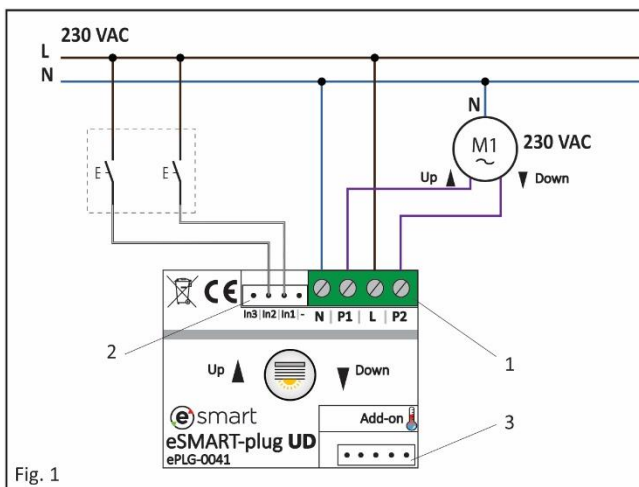

Fig. 1
L'eSMART-plug est composé de 4 bornes à visser (1, Fig.1), 1 connecteur d'entrée (2, Fig.1) et 1 connecteur d'extension (3, Fig.1). L'eSMART-plug se raccorde sur le réseau électrique 230 V AC/50 Hz.
- Raccordez l'alimentation 230 V AC (1, Fig.1) sur les bornes L et N. Respectivement, la Phase sur la borne L et le Neutre sur la borne N, comme indiqué sur le schéma.
- Raccordez le moteur du store (1, Fig.1) sur les bornes P1 et P2. Respectivement, la montée sur la borne P1 et la descente sur la borne P2, comme indiqué sur le schéma.
- Raccordez chaque entrée du eSMART-plug avec le connecteur à deux fils (2, Fig.1) sur un interrupteur store [voir "Données Techniques"]. Respectivement, le fil in1 active le canal 1 et le fil in2 active le canal 2 de l'eSMART-plug.
- Le cas échéant, connecter la sonde de température (3, Fig.1) sur le connecteur prévu à cet effet.
Das eSMART-plug hat 4 Schraubklemmen (1, Abb. 1), 1 Eingangsanschluss (2, Abb. 1) und 1 Erweiterungsanschluss (3, Abb. 1). Das eSMART-plug wird an das Stromnetz 230 V AC/50 Hz angeschlossen.
- Schließen Sie die Stromversorgung 230 V AC (1, Abb. 1) an die P- und N-Klemmen an, nämlich Phase an Klemme P und Neutral an Klemme N, wie in der Abbildung dargestellt.
- Schließen Sie den Storemotor (1, Abb. 1) an die Klemmen P1 und P2 an. D.h., Funktion Heben an Klemme P1 und Funktion Senken an Klemme P2, wie in der Abbildung dargestellt.
- Schließen Sie jeden Eingang des eSMART-plug über einen Storenschalter an den zweipoligen Anschluss an (2, Abb. 1) [siehe "Technische Daten"]. D.h., die Litze in in1 aktiviert Kanal 1 und die in in2 Kanal 2 des eSMART-plug.
- Schließen Sie gegebenenfalls den Temperatursensor (3, Abb. 1) an den hierfür vorgesehenen Anschluss an.
The eSMART-plug has 4 screw terminals (1, Fig. 1), 1 input connector (2, Fig. 1), and 1 expansion connector (3, Fig. 1). The eSMART-plug is to be connected to the 230 V AC/50 Hz mains.
- Connect the power supply 230 V AC (1, Fig. 1) to the P and N terminals, namely Phase to terminal P and Neutral to terminal N, as shown in the illustration.
- Connect the motor of the blind (1, Fig. 1) to the P1 and P2 terminals. I.e., function up to terminal P1 and function down to terminal P2, as shown in the diagram.
- Connect each input port of the eSMART-plug with the two-wire connector (2, Fig. 1) via a blind switch [see "Technical Data"]. I.e., the wire in 1 activates channel 1, and the wire in2 activates channel 2 of the eSMART-plug.
- If appropriate, connect the temperature sensor (3, Fig. 1) to the connector provided for that purpose.